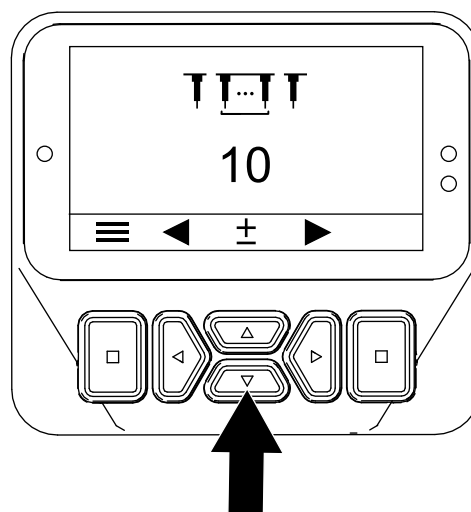

図 58
3. [タイン数の設定] 画面が表示されるまで、右ボタンを押す(図 58)。
4. 次のように上下ボタン (図 58) を使ってタイン数を調整する。